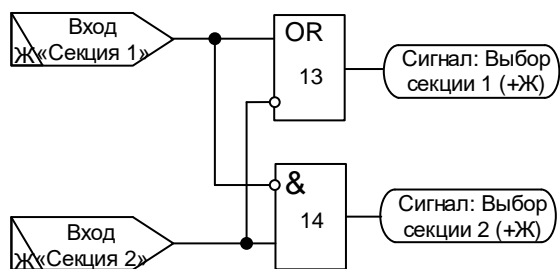

Рисунок 5.2 – Логика выбора регулируемой секции
**Выбор регулируемой секции** осуществляется с помощью дискретных входов «Секция 1» и «Секция 2». При одновременном наличии или отсутствии данных входов для регулирования будет выбрана секция 1 (см. рис. 5.2).